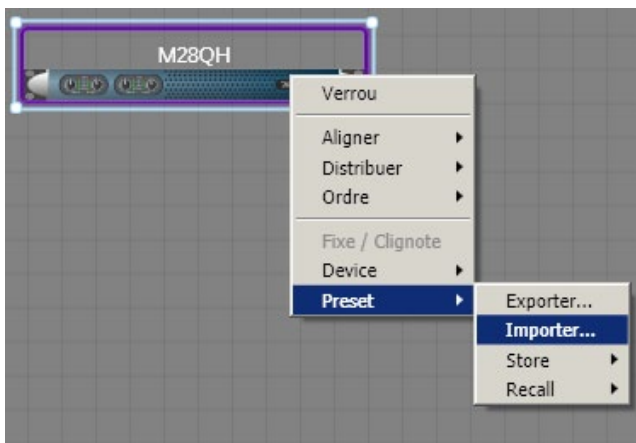

FIGURE 21 : Faire un clic gauche pour sélectionner (le rectangle bleu appareil) puis un clic gauche pour importer.
3. Si vous avez déjà un preset d'appareil (.pam), vous pouvez l'importer en faisant un clic droit sur l'appareil (voir FIGURE 21).